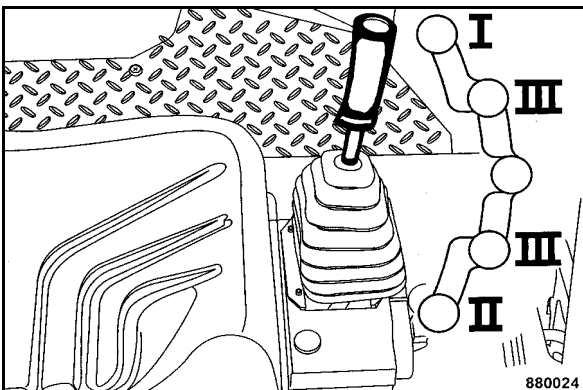

Fig. 63
- Décrâner le levier de commande de la marche (Fig. 63) de la position de freinage puis le déplacer dans le sens de marche désiré.